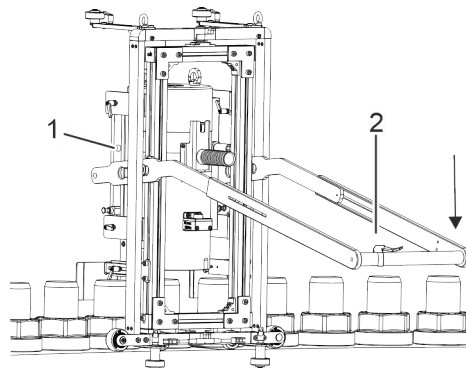

Abb. 29: Spannzylinder anheben
- ⇒ Die Arretierbolzen (Abb. 29/1) an den Seiten der Hebevorrichtung rasten ein, sobald die vorgegebene Höhe für den Transport erreicht ist.
4. ➔ Hebelgriff (Abb. 29/2) betätigen, um die Arretierbolzen zu lösen. Dazu den Hebel nach oben drücken und so den Spannzylinder oder das Verschraubungsgerät auf die Schraubverbindung absenken.